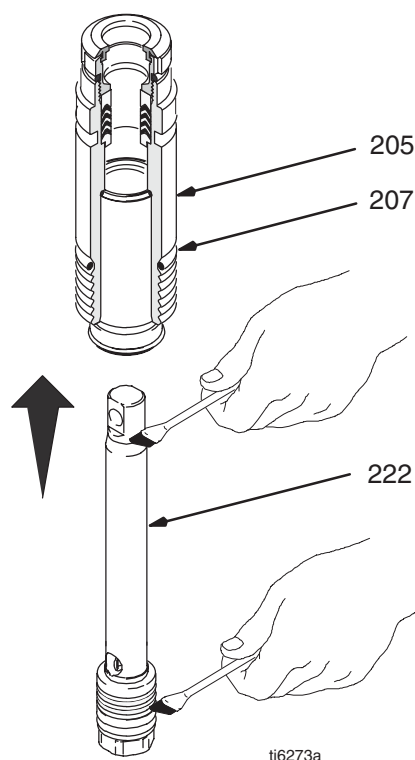

Abb. 15
Abb. 15. Die oberen 3 bis 5 cm der Kolbenstange (222), die durch die Halsdichtungen (205) von Buchse/Zylinder geht, einfetten. Die Kolbenpackungen an der Unterseite der Kolbenstange einfetten.